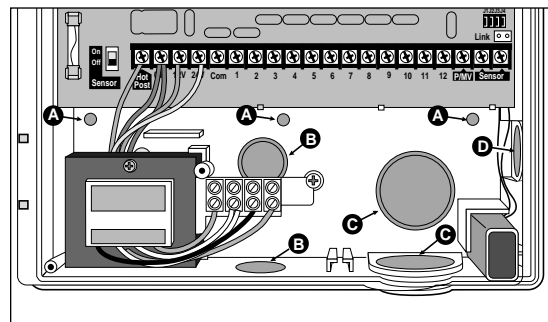

Abbildung 2 - Entfernen der Zuführungsöffnungen für Schrauben und Leitungen
3. **(nur bei Kunststoffgehäusen)** Mit einem kleinen Schraubendreher oder anderen geeigneten Werkzeug die Löcher (A) der unteren Befestigungsschraube(n) vorsichtig durchstoßen, falls erforderlich. Siehe **Abbildung 2**.
4. Das 1,3 cm große untere oder hintere Zuführungsloch für die Stromleitungen (B) und das 2,5 cm große untere oder hintere Zuführungsloch für die Feldkabel (C) öffnen. Wenn der Regenschalter und/oder das ProgramLink-Kabel von Toro angeschlossen werden sollen, das seitliche Zuführungsloch (D) öffnen. Siehe **Abbildung 2**.